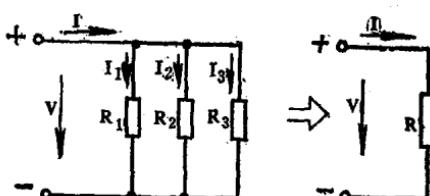

图 1-8 电阻的并联
2. 电阻的并联：两个或两个以上的电阻在电路中，首端与首端、尾端与尾端连接在一起，这种连接方法叫电阻的并联。如图 1-8 所示。